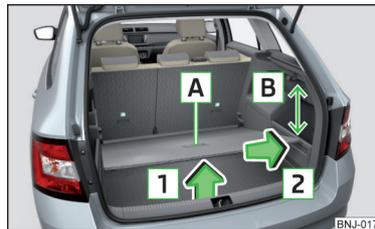

Abb. 93 Variablen Ladeboden herausnehmen
- › Den variablen Ladeboden am Griff **A** » Abb. 93 fassen.
- Beim Herausnehmen bzw. Einsetzen des variablen Ladebodens ist der Abstand von 15 cm **B** » Abb. 93 unterhalb der Kante der aufrollbaren Abdeckung einzuhalten - es besteht die Beschädigungsgefahr der Gepäckraumklappen-dichtung.